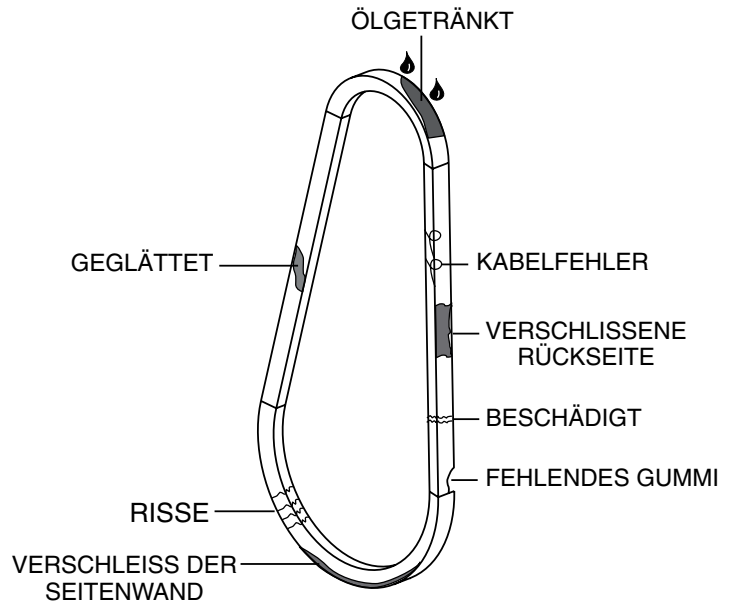

Abbildung 22. Inspektion des Antriebsriemens
2. Sobald die Riemenabdeckung entfernt wurde, beide Antriebsriemen (Abbildung 22) optisch auf Anzeichen von Beschädigungen oder übermäßigem Verschleiß überprüfen. Sollte einer der beiden Antriebsriemen verschlissen oder beschädigt sein, ersetzen Sie bitte beide Antriebsriemen.